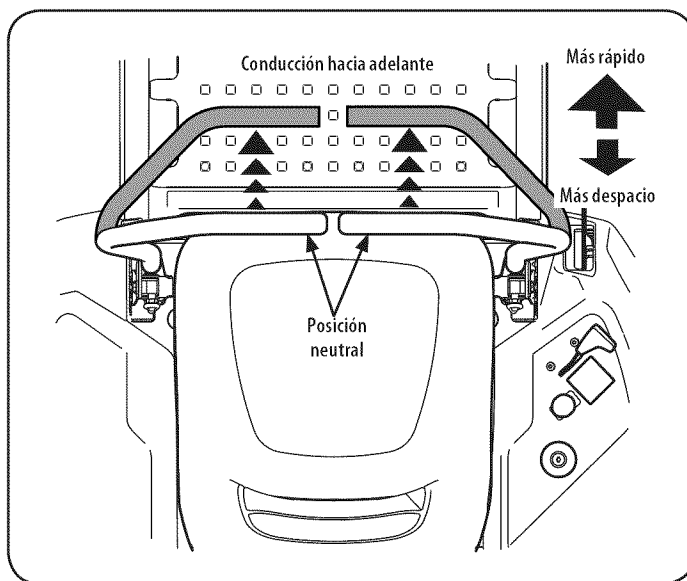

Figura 13
1. Coloque las palancas de control de transmisión del lado derecho y del lado izquierdo hacia adentro, en posición neutra. Consulte la Figura 13.